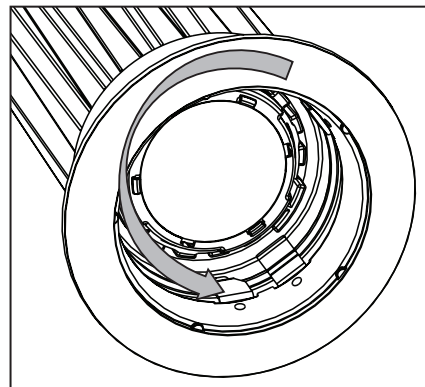

Figura 15
Paso 2. Gire el sujetador negro del óptico en el sentido contrarreloj para quitar el óptico y el sujetador (Figura 15).